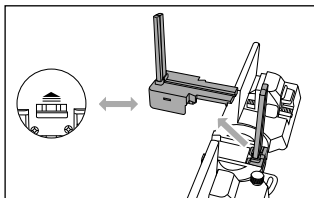

Fig. 7
- ◆ Tenere il prodotto con il lato superiore verso l'alto e premere la leva di blocco **11** in direzione della freccia ➤ per rimuovere l'elemento guida lama B **10** (vedere fig. 7).
- ◆ Rimuovere l'elemento guida lama A **9** (vedere fig. 7).